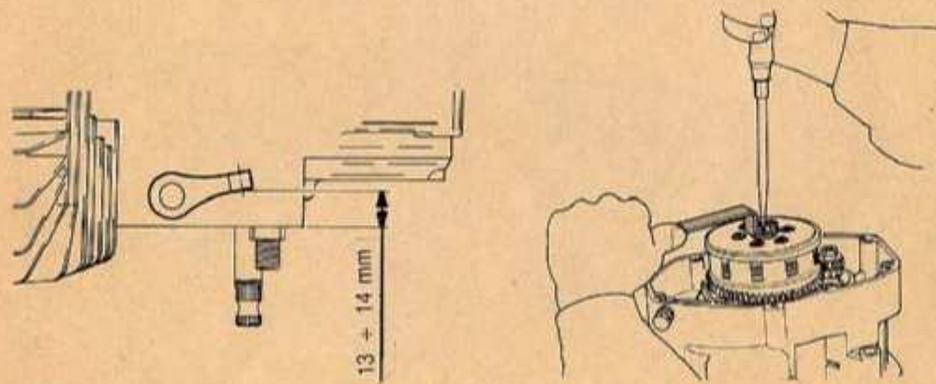

FIG. 48 Registrazione frizione
- 16) **LA CORRETTA** registrazione della frizione si ha quando la distanza tra piano del carter e leva di comando in posizione d'inizio lavoro è di $13 + 14$ mm (fig. 48).